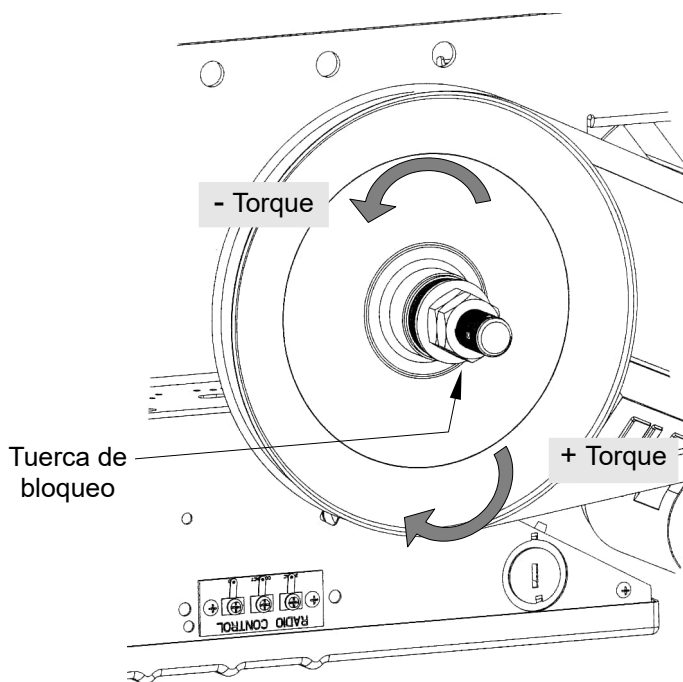

Figura 35 - Ajuste del embrague
1. Abrir las tuercas con (2) llaves 7/8", consultar la Figura 35.